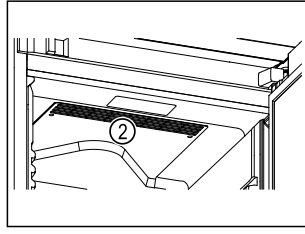

Fig. 60
- Păstrați libere fantele de ventilație Fig. 60 (2) ale suflantei de recirculare a aerului din interior.